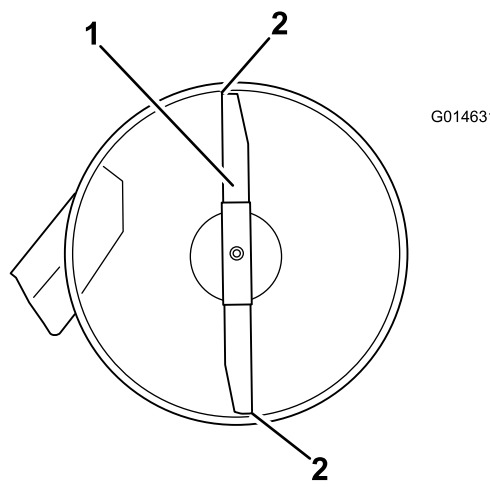

Figura 53
4. Girate con cautela le lame in modo che siano disposte longitudinalmente (Figura 53).
5. Misurate il valore dalla punta della lama anteriore e dalla punta della lama posteriore alla superficie piana (Figura 53). Se la punta della lama anteriore non è inferiore alla punta della lama posteriore di 1,6–7,9 mm, regolate il dado di bloccaggio anteriore.
8. Una volta effettuata la regolazione, ricontrollate l'inclinazione longitudinale. Continuate a regolare il dado finché la punta della lama anteriore non è più bassa di 1,6–7,9 mm rispetto a quella posteriore (Figura 53).